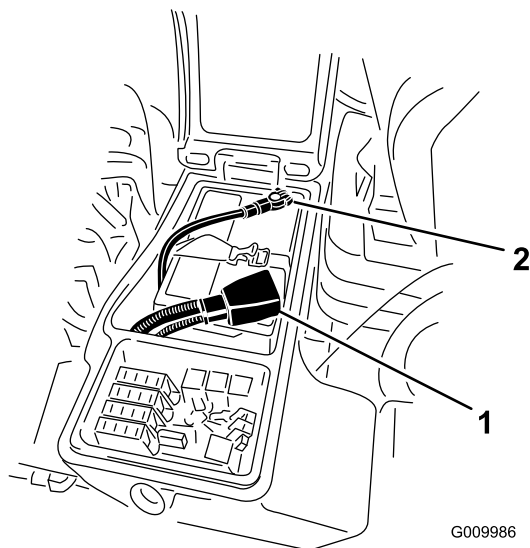

Figura 93
3. Retire el cable negativo (negro) del terminal negativo (-) y el cable positivo (rojo) del terminal positivo (+) de la batería (Figura 93).
6. Conecte el cable positivo (rojo) al borne positivo (+) y el cable negativo (negro) al borne negativo (-) de la batería (Figura 93).